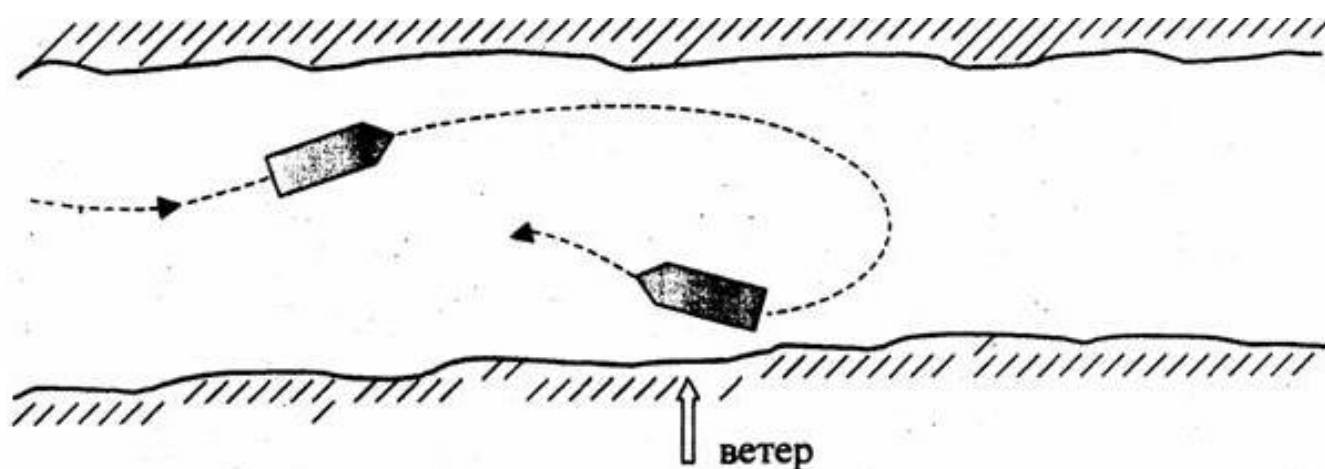

Рис.33 Поворот на обратный курс при наличии сильного бокового ветра
8. При наличии сильного бокового ветра поворот на обратный курс следует производить «на ветер» чтобы избежать навала судна на берег. Это правило особенно необходимо соблюдать при поворотах в узких участках (рис. 33).